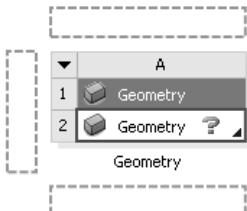
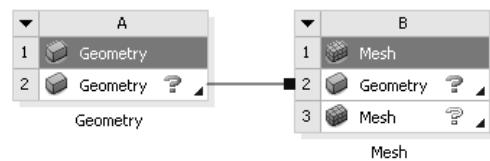

图 1.4.7 放置项目列表
图 1.4.8 创建“Mesh”项目列表
在 Component Systems 区域的 Mesh 选项，将其拖曳到项目视图区，此时在项目视图区中的“Geometry”项目列表周围出现四个绿色矩形虚线框，将光标移动到“Geometry”项目列表中的 上，此时右侧虚线框变成红色实线框（图 1.4.7），松开鼠标左键，在“Geometry”项目列表右侧创建一个“Mesh”项目列表，如图 1.4.8 所示。
- ◆ 如图 1.4.8 所示的项目列表，在“Geometry”项目列表和“Mesh”项目列表中的 之间的蓝色连线表示这两个项目间共享“Geometry”，即共享几何体。
- ◆ ANSYS Workbench 中的每一个数据都有一个特定的标记，而且在 ANSYS Workbench 很多界面中都会看到。每一个项目列表最上方中间位置用大写英文字母标记，从 A 开始，之后创建的项目列表以此类推；每个项目列表中的数据用阿拉伯数字标记，从 1 开始，这样就很容易区分项目中的数据，以图 1.4.8 所示的项目列表为例：如“A2”表示的是“Geometry”项目列表中的 数据，“B3”表示的是“Mesh”项目列表中的 数据，图 1.4.7 中右侧红色实线框中出现“Share A2”表示共享“A2”数据，即共享 数据，以此类推。